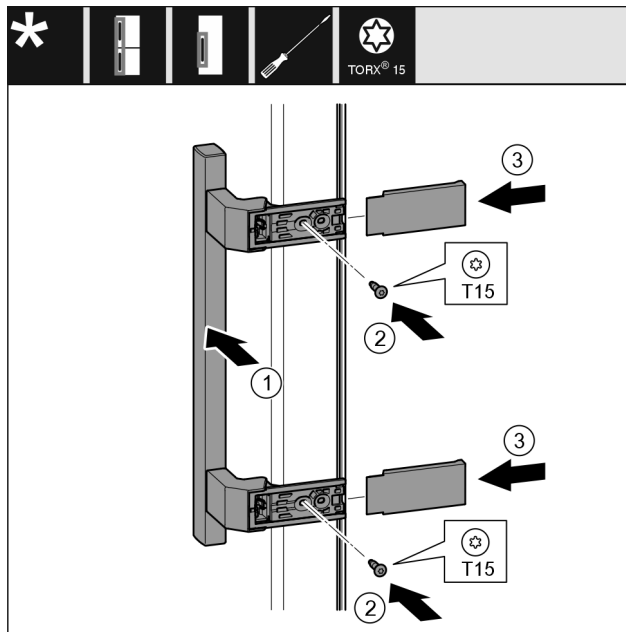

Fig. 25
- ▶ Helyezze fel a fogantyút Fig. 25 (1) a másik oldalra.
- ▶ Húzza meg a csavarokat Fig. 25 (2) csavarhúzóval.
- ▶ Helyezze fel a fedeleket Fig. 25 (3) oldalra, és tolja fel őket.